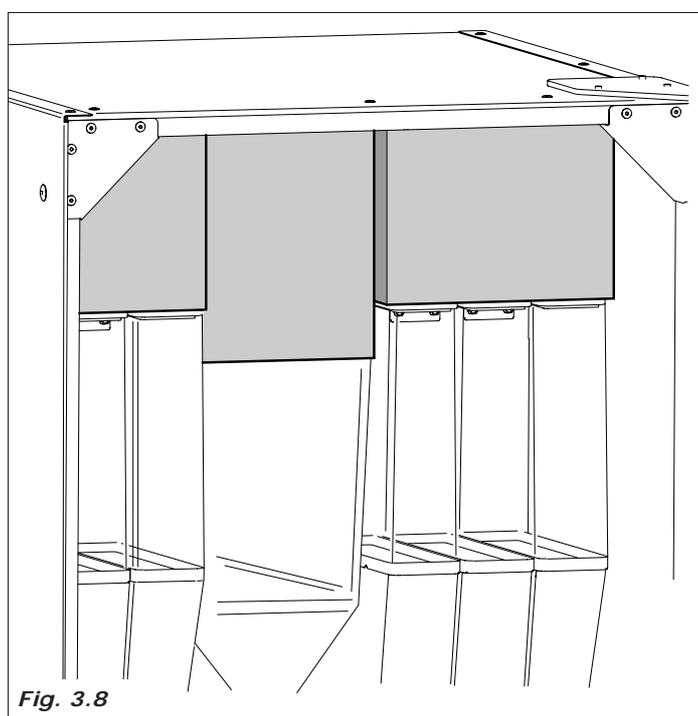

Fig. 3.8
- quitar el porspán que bloquea los contenedores de producto (Fig.3.8)